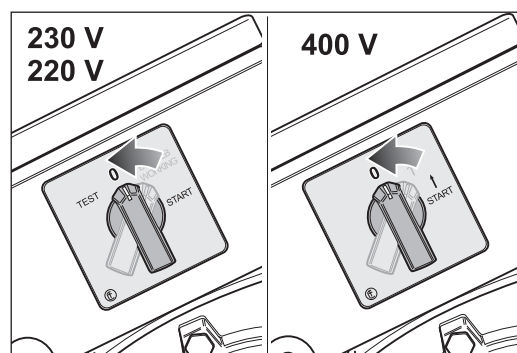

Abb. 24 Zum Ausschalten der Maschine den Schalterknopf auf Position -0- drehen.
- 2 Drehen Sie den Schalterknopf am Motor auf Position -0- (Abb. 24).